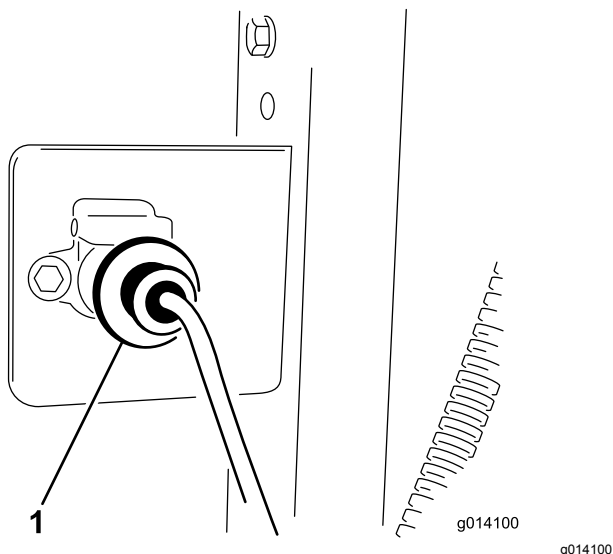

図 10
3. ワイヤハーネスのソケットをブラケットに固定するボルト 1/4 x 1" 2本とナットを使用する 図 10。
5. ベースユニットのワイヤハーネスを牽引車両のワイヤハーネスに接続する 図 10。コネクタは、牽引車両に取り付けた油圧ホースの間にある。